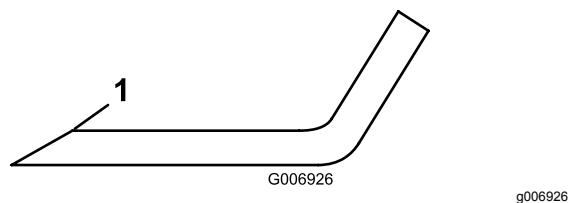

Figure 70
3. Examinez les tranchants de toutes les lames. aiguissez-les s'ils sont émoussés ou ébréchés. N'affûtez que le haut du tranchant et conservez l'angle de coupe d'origine pour obtenir une coupe nette (Figure 70). Limez la même quantité de métal sur chacun des deux tranchants pour ne pas déséquilibrer la lame.